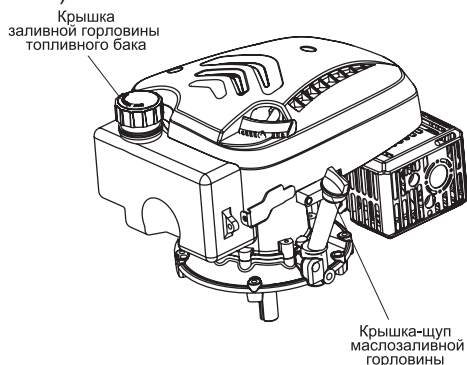

Рис. 5 Расположение крышки-щупа маслосазливной горловины и крышки заливной горловины топливного бака
2. Открутите крышку-щуп маслосазливной горловины и извлеките щуп (Рис. 5).
2. Открутите крышку заливной горловины топливного бака (Рис. 5).